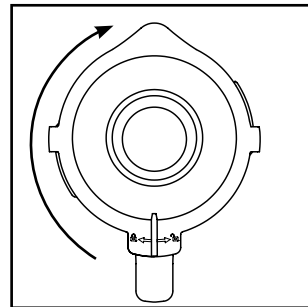

Fig. 2
4) Vuelva a presionar firmemente la tapa ❷ sobre el vaso ❸ en su posición desplazada. Para cerrar la tapa ❷, gírela en sentido horario hacia la posición  hasta que encastre audiblemente (consulte la fig. 2). Asegúrese de que la boca del vaso ❸ quede cerrada. Solo podrá activarse el motor si la tapa ❷ está bien colocada.